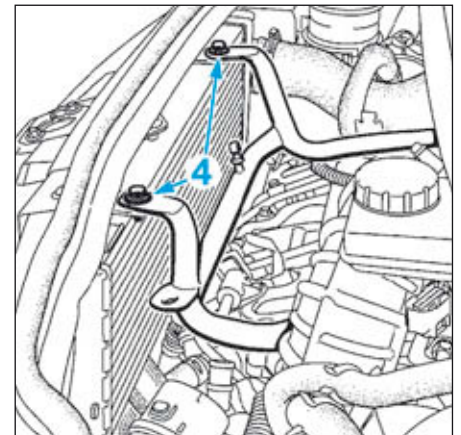

FIG.39
- Déposer les vis (4) du support du boîtier de filtre à air (Fig.39).